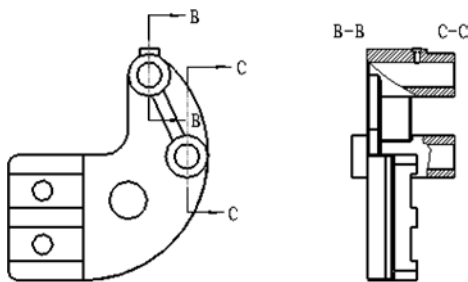

图 11.2.7 创建左视图及局部剖视图
### Stage4. 创建图 11.2.7 所示的左视图及局部剖视图
(1) 为剖截面 B 添加剖视箭头。选取局部剖视图，然后右击，从系统弹出的快捷菜单中选择 **添加箭头** 命令，在系统弹出的 **横截面名称** 菜单中选择 **B**，在系统 **给箭头选出一个截面在其处垂直的视图。中键取消。** 的提示下，单击主视图，系统自动生成箭头。
(2) 为剖截面 C 添加剖视箭头。选取局部剖视图，然后右击，从系统弹出的快捷菜单中选择 **添加箭头** 命令。在系统 **给箭头选出一个截面在其处垂直的视图。中键取消。** 的提示下，单击主视图，系统自动生成箭头。
**说明：** 由于在图 11.2.7 所示的左视图中存在两个局部剖视，因此在添加第一个局部剖视的箭头时，需先选取一个剖截面；在添加第二个箭头的时候就不需要选取剖截面了。为了说明的简洁，在 Step6 中略去了对这一细节操作的介绍，请读者自己加以尝试。